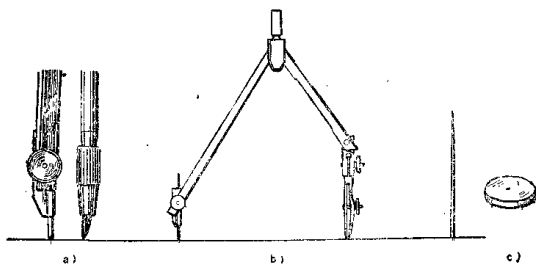

图1-9 使用圆规的方法
- (1) 圆规在使用前应先调整针脚, 使针尖稍长于铅芯(图1-9, a)。
- (2) 画图时应使圆规向前进方向稍微倾斜, 当画较大圆时应调整钢针位置并弯曲圆规关节, 使钢针和插腿均与纸面保持垂直(图1-9, b)。
- (3) 画同心圆时, 应注意保护圆心使之不致扩大, 此时应使用钢针小尖或专用的圆心座(图1-9, c), 也可在描图纸中心处贴一小块胶纸。